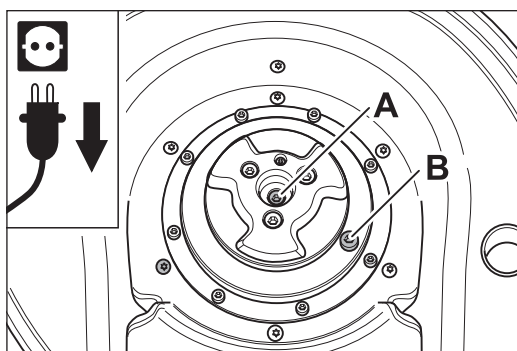

Fig. 34 Los dos tornillos marcados son tornillos purgadores de aceite. **¡NO ABRIR!**
- 8 El engranaje de la SINGLE no requiere mantenimiento y contiene un aceite especial. Una cantidad errónea de aceite puede dañar considerablemente el engranaje. **Por consiguiente, en ningún caso deberá abrir los tornillos purgadores de aceite del árbol del motor y de la tapa del engranaje (fig. 34).**